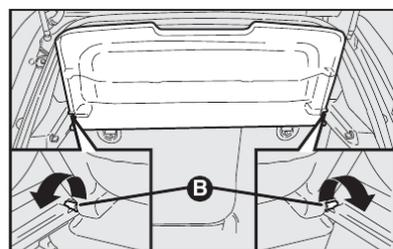

fig. 111
2) Desencaixar os pinos de articulação da cobertura do porta-malas **B-fig. 111** de suas sedes e removê-la.